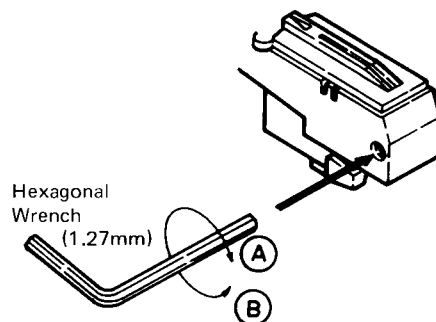

Figure 40-2
2. If the stylus tip moves down not to the central point of two programs but to the point nearer to the previous program, turn the adjusting screw in the direction A shown in Fig. 40-2 to allow the stylus tip to move down just to the central point of two programs.
3. If the stylus tip moves down not to the central point of two programs but to the point nearer to the next program, turn the adjusting screw in the direction B shown in Fig. 40-2 to allow the stylus tip to move down just to the central point of two programs.
2. Wird die Nadelspitze nicht auf die mittlere Stelle zwischen zwei Programmen, sondern näher am vorhergehenden Programm aufgesetzt, die Einstellschraube gemäß Abb. 40-2 in Richtung A drehen, damit die Nadelspitze genau auf die mittlere Stelle zwischen zwei Programmen aufgesetzt wird.
3. Wird die Nadelspitze nicht auf die mittlere Stelle zwischen zwei Programmen, sondern näher am nächsten Programm aufgesetzt, die Einstellschraube gemäß Abb. 40-2 in Richtung B drehen, damit die Nadelspitze genau auf die mittlere Stelle zwischen zwei Programmen aufgesetzt wird.
2. Si la pointe de l'aiguille ne descend pas à la partie centrale entre les deux programmes, mais en un point plus proche du programme précédent, tourner la vis de réglage dans le sens A comme le montre la Fig. 40-2 pour permettre à la pointe de l'aiguille de descendre exactement à la partie centrale entre les deux programmes.
3. Si la pointe de l'aiguille ne descend pas à la partie centrale entre les deux programmes, mais en un point plus proche du programme suivant, tourner la vis de réglage dans le sens B comme le montre la Fig. 40-2 pour permettre à la pointe de l'aiguille de descendre exactement à la partie centrale entre les deux programmes.
⑤